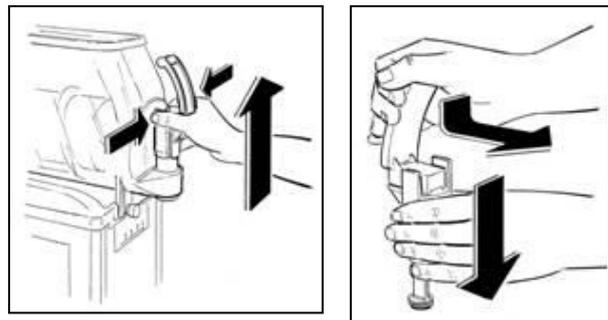

Abb. 7
- Den Hahn von der Wanne abmontieren, indem gleichzeitig die beiden Verriegelungsglaschen gedrückt und der Hahn nach oben aus seiner Aufnahme herausgezogen wird (Abb. 7).
- Den Hahn in seine Einzelteile zerlegen. Dazu den Ventilkörper nach unten gedrückt halten und den Hebel aus seiner Aufnahme ziehen (Abb. 7).